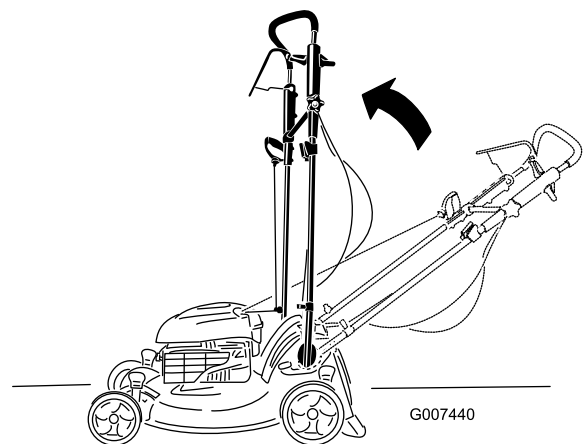

Bild 58
2. Schieben Sie den Griff in die hochgestellte Stellung (Bild 58).